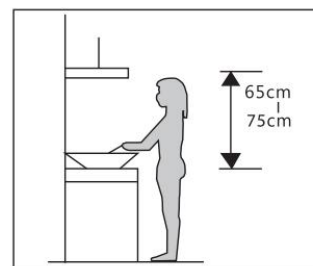

Fig 1
para obter o melhor efeito. Ver Fig 1.
5. Retirar os filtros metálicos como indicado na Fig. 1.